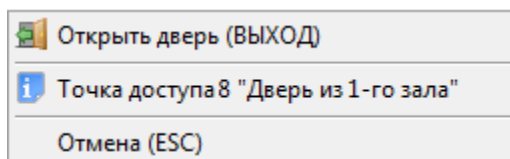

Рисунок 8-163 Контекстное меню для однонаправленной точки доступа с режимом работы "Выход"
- Предоставление доступа на выход (см. Рисунок 8-163) – для двунаправленной точки доступа, имеющей режим «Вход/Выход», или однонаправленной точки доступа, имеющей режим «Выход»;